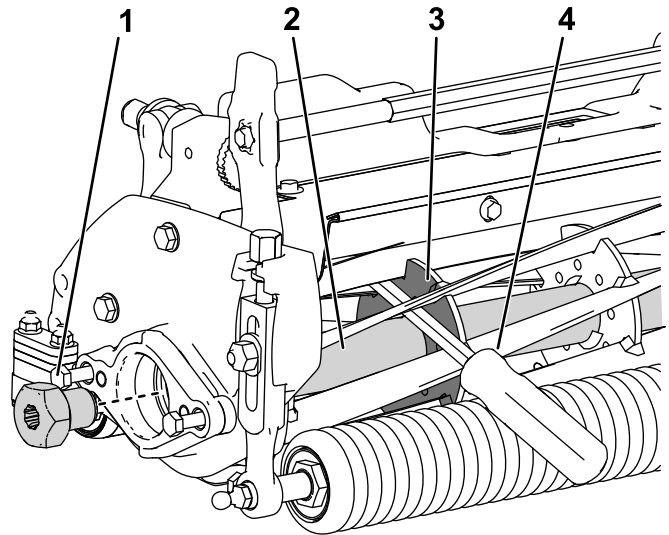

Figura 35
1. Inserite un piede di porco con manico lungo ($\frac{3}{8}$ " x 12") raccomandato, con manico a cacciavite) attraverso la parte anteriore del cilindro di taglio, più vicino al lato dell'apparato di taglio da serrare (Figura 35).
2. Posizionate il piede di porco contro il lato di saldatura della piastra di supporto del cilindro (Figura 35).